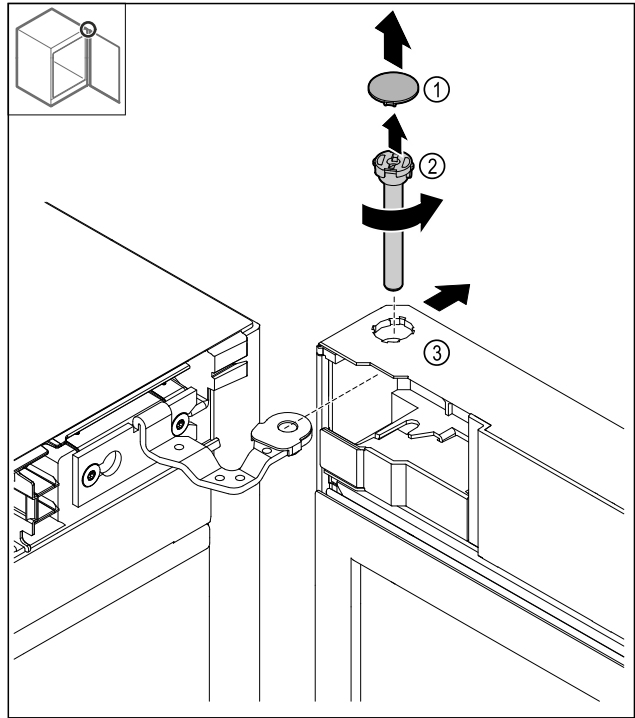

Fig. 18
- ▶ Vegye le a fedelet Fig. 18 (1).
- ▶ A csapot Fig. 18 (2) az óra járásával ellentétesen lazítsa meg, és húzza ki.
- ▶ Billentse meg kissé az ajtót Fig. 18 (3).